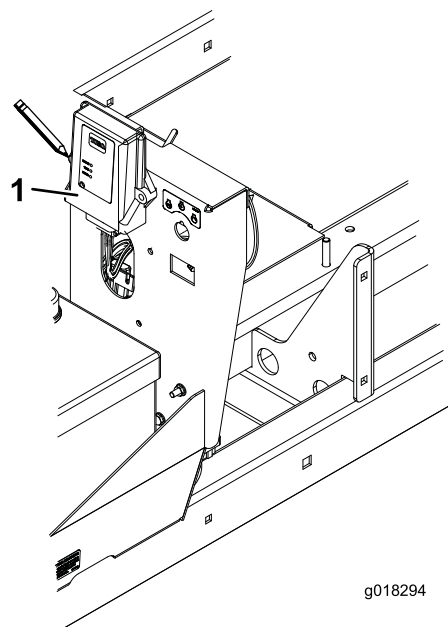

Figura 2
4. Coloque el nuevo receptor sobre el bastidor, alineando su taladro de montaje derecho con el taladro de montaje superior derecho utilizado para montar el receptor antiguo (Figura 2).
5. Utilizando el taladro izquierdo del receptor nuevo como plantilla, localice, marque y perfore un taladro de 0,713 cm (0,281 pulgadas) de diámetro en el bastidor (Figura 2). Asegúrese de que el controlador inalámbrico está horizontal.